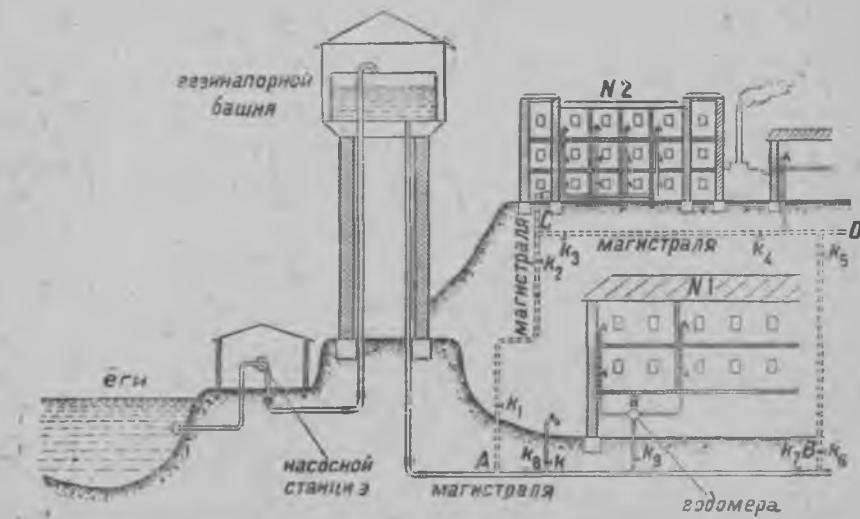

Рис. 48. Линнан водопроводан схема.
4. Рубизу-го вирдууах вези коис № 1 (рис. 48), если кодих № 2 мäния магистралин чуасти он выключчитту ремонтаж варойн?